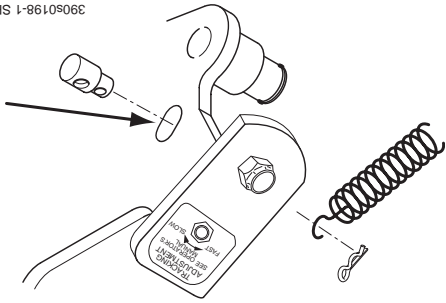

Figura 13. Ajuste de la varilla de control
3. Reinstale el resorte de control de velocidad en la plataforma giratoria. Instale la horquilla en la plataforma giratoria. (Vea la Figura 13).